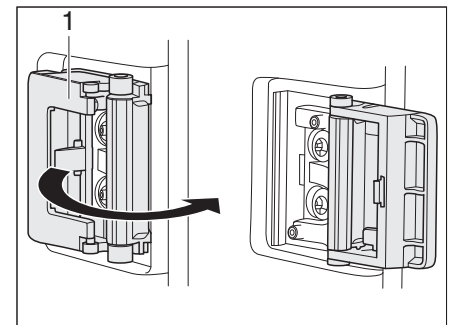

Fig. 117 Bloccaggio/sbloccaggio della porta del frigorifero
- Spingere in avanti il gancio di bloccaggio (Fig. 117/1). Chiudendola, la porta del frigorifero non si chiude completamente, ma rimane aperto uno spiraglio per evitare la formazione di muffa.